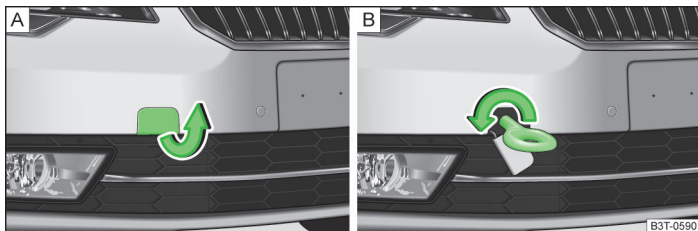

Abb. 190 Vorderer Stoßfänger: Ausbau der Abdeckkappe / Einbau der Abschleppöse
- Die Abdeckkappe aus dem vorderen Stoßfänger herausnehmen » Abb. 190 - **A**.
- Die Abschleppöse nach links bis zum Anschlag einschrauben » Abb. 190 - **B** und diese so fest wie möglich anziehen. Für das Festziehen empfehlen wir, z. B. den Radschlüssel, die Abschleppöse eines anderen Fahrzeugs oder einen ähnlichen Gegenstand zu verwenden, der durch die Öse gesteckt werden kann.